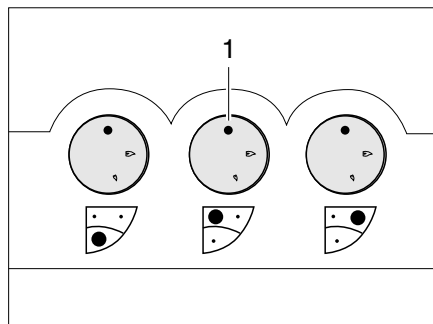

Bild 129 Bedienelemente für Gaskocher
- Drehregler (Bild 129,1) der gewünschten Brennstelle auf Zündposition (große Flamme) drehen.